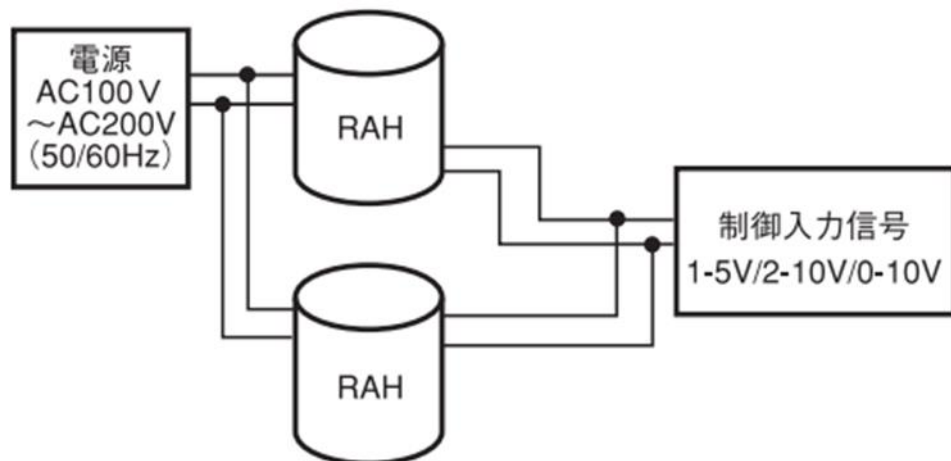

図 4
- アクチュエータを1つの調節計等で複数台並列運転をする場合は、アクチュエータの入力信号を 1-5V/2-10V/0-10V にして並列接続をしてください。(図 4)